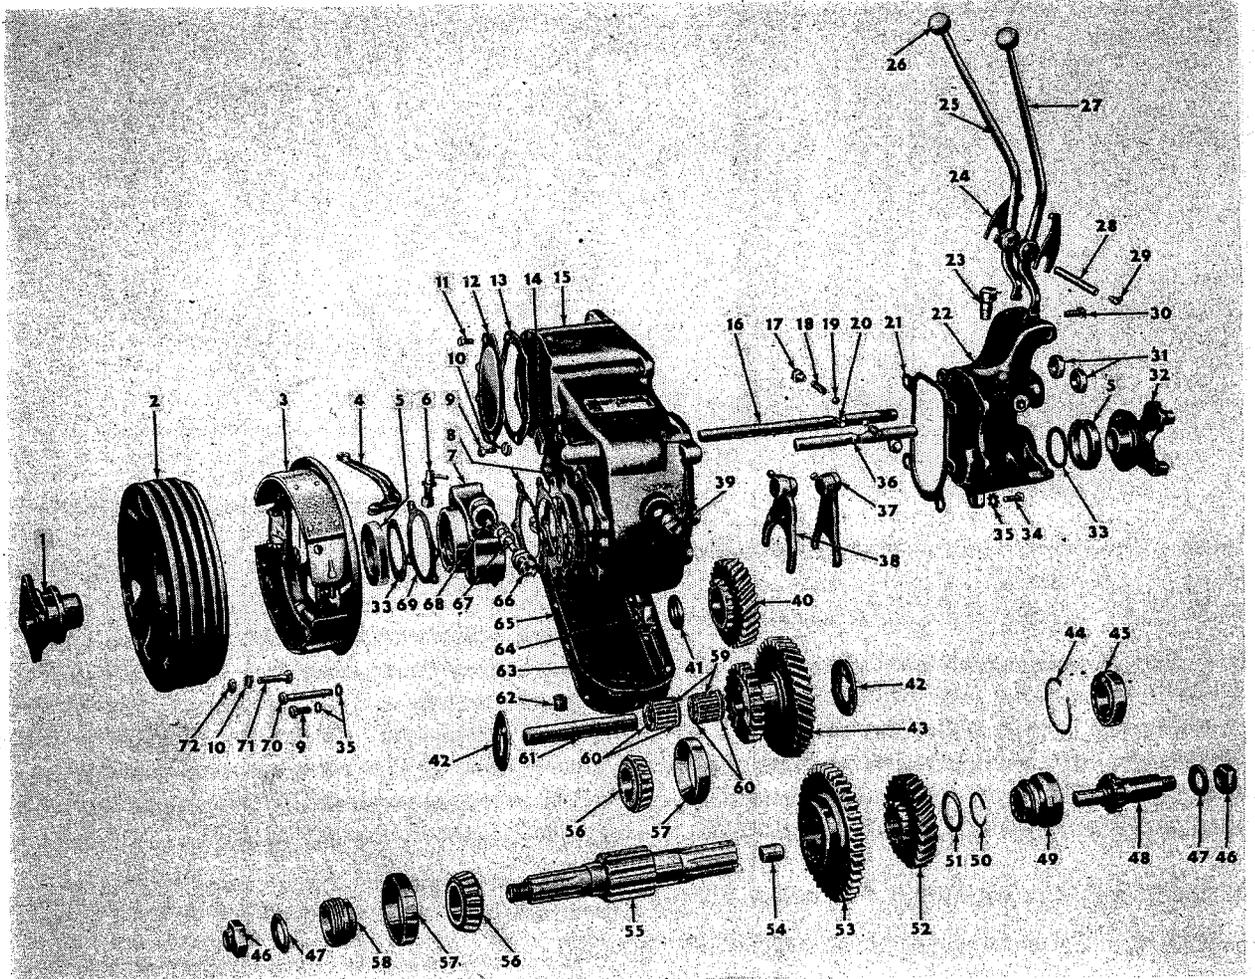

Fig. 151 Zwischengetriebe, neuere CJ - 3B und CJ - 5
2. Entferne die Schrauben des untern Deckels, die Federringe und den Deckel Nr. 65 in Fig. 151.